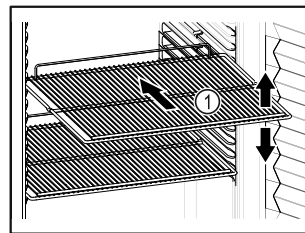

Fig. 47 Примерно изображение
- ❑ Ако стелажите за съхранение Fig. 47 (1) могат да се местят, регулирайте ги според височината.